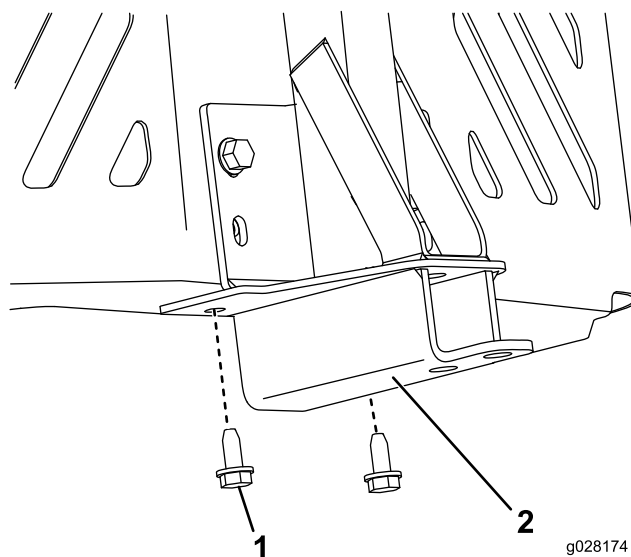

Figure 12
3. Fixez le cadre de pivot au bas du cadre de la machine avec 2 vis autotaraudeuses (5/16 x 3/4 po), comme illustré à la Figure 12.